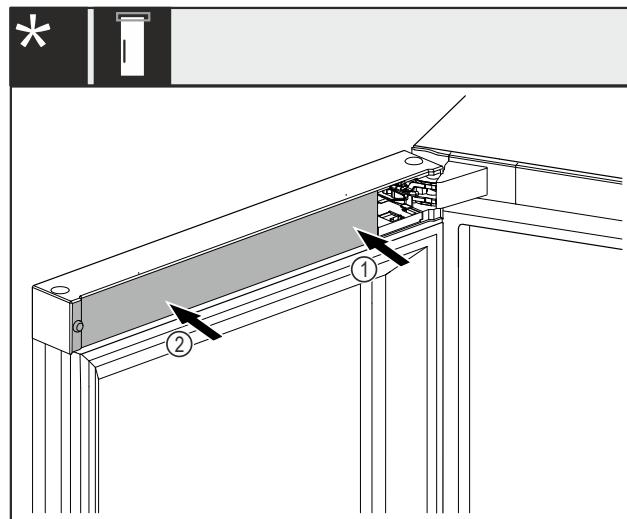

Fig. 49 \*
- Coloque primero la cubierta Fig. 49 (1) en el lado del soporte del cojinete y encájela.\*
- Coloque la cubierta Fig. 49 (2) en el lado exterior y encájela.\*